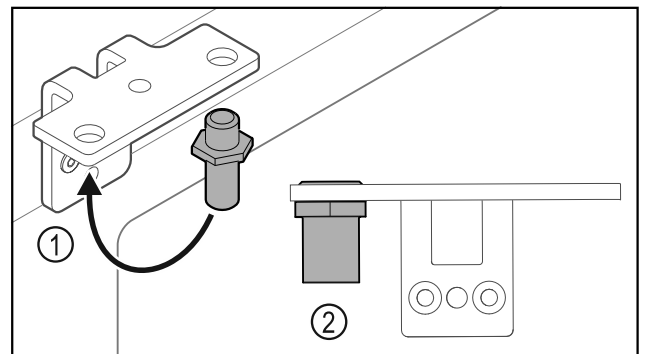

Fig. 33
- ▶ Sett om bolten Fig. 33 (1) i hengselvinkelen.
- ▶ Trekk til bolten Fig. 33 (2) med **et tiltrekingsmoment på 12 Nm.**